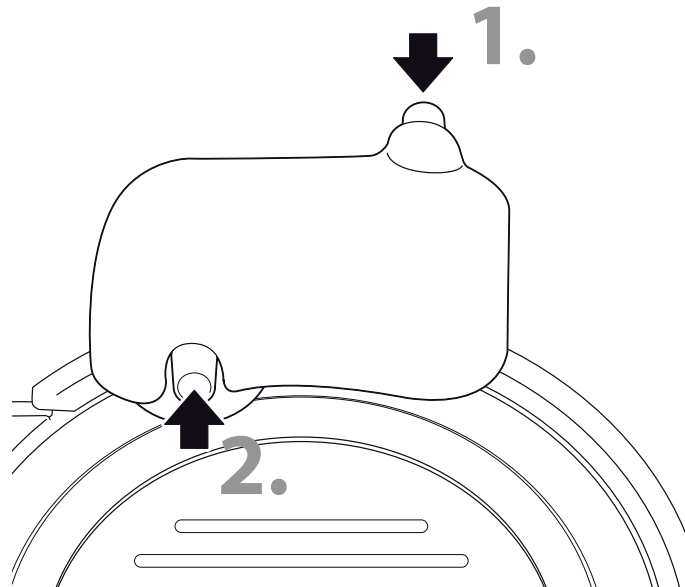

Fig. 14
4. Tire hacia afuera del afilador y vuelva a colocarlo girado 180°, vea la Fig. 14.